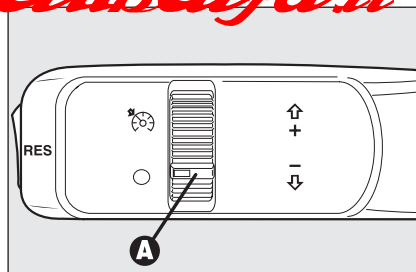

fig. 50
Ruotare la ghiera **A-fig. 50** su .
- ☐ ruotare la ghiera **A-fig. 50** su e premendo il pedale dell'acceleratore portare la vettura alla velocità desiderata;
- ☐ ruotando la ghiera **A-fig. 50** su **O**;
*In caso di funzionamento difettoso od avaria del dispositivo, ruotare la ghiera A-fig. 50 su O e rivolgersi alla ai Servizi Autorizzati Alfa Romeo dopo aver verificato l'integrità del fusibile di protezione.*